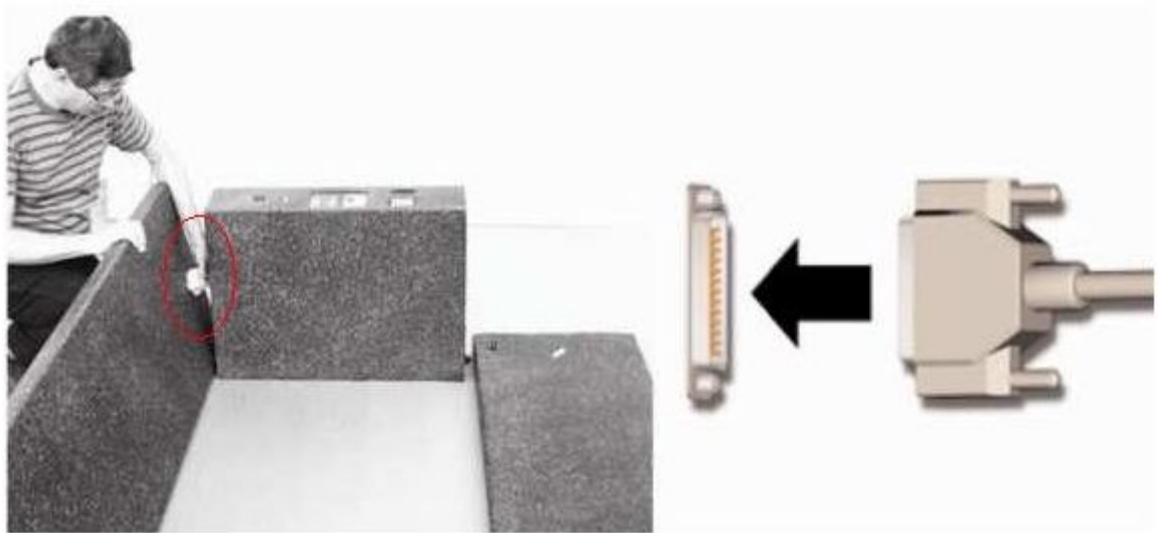

Рис.5
**Внимание!** При изготовлении металлодетектора SVP Intelliscan 18-Zone силовой кабель закрепляется со стороны боковой панели В. В случае подключения питания к боковой стороне А необходимо переложить силовой кабель в центральном блоке управления. Открутите верхнюю крышку центрального блока управления. Переместите силовой кабель черного цвета с правой стороны на левую, и закрепите в гнезде со стороны боковой панели А. (рис.5).